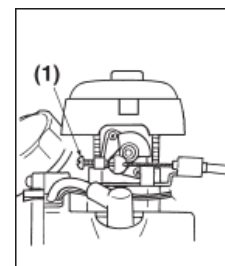

FIG. 6
1. Atunci când motorul tinde să se oprească frecvent la ralanti, rotiți șurubul de reglare a ralantiului în sensul acelor de ceasornic. (Fig. 6)